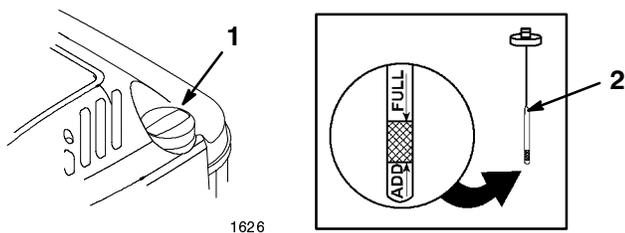

Figure 5
Avant chaque utilisation, vérifiez que le niveau d'huile arrive entre les repères maximum (*Full*) et minimum (*Add*) de la jauge (Fig. 5).
2. Nettoyez la surface autour de la jauge (Fig. 5).
6. Voyez le niveau d'huile indiqué par la jauge (Fig. 5).